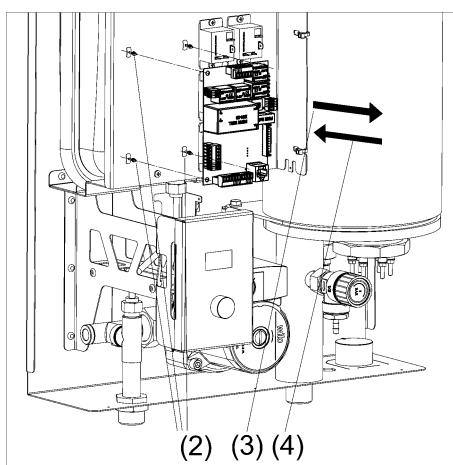

Рисунок 15. Замены платы контроллера
- (1) Отсоедините все провода и разъёмы от платы контроллера (см. рис. 15).
- (2) Демонтируйте плату контроллера (аккуратно нажмите на пластиковые держатели крепления платы и потяните плату на себя).
- (3) Извлеките плату контроллера.
- (4) Установите новую плату контроллера взамен прежней на пластиковые держатели.
- (5) Подсоедините все необходимые провода и разъёмы к новой плате контроллера.
- (6) Проверьте работоспособность новой платы – протестируйте прибор при разных режимах работы.